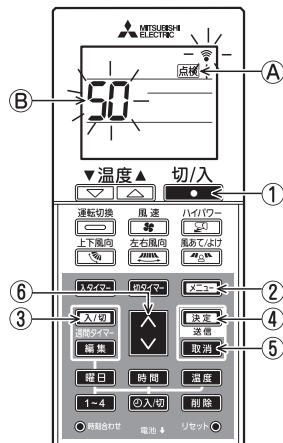

図1
- ▼ ボタン⑥を押してアドレスを設定し、ユニットの機能選択モードとする。(図1)